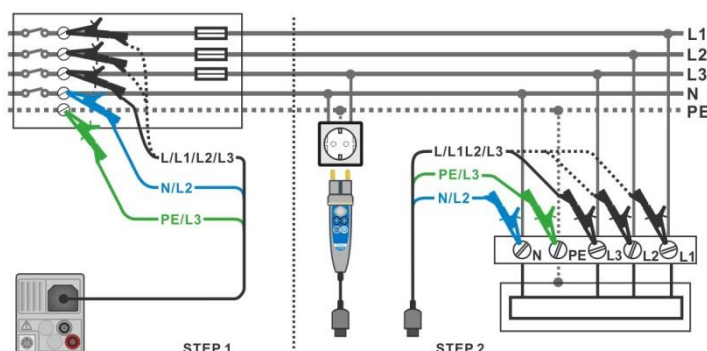

Abbildung 7.53: Spannungsabfallmessung – Anschluss des Commander-Prüfstecker und des 3-Leiter Prüfadapters
- › Schließen Sie die Prüflleitungen am Ausgangspunkt der elektrischen Anlage an, siehe **Abbildung 7.53**.
- › Schließen Sie die Prüflleitungen oder den Commander Prüfstecker an den Prüfpunkten an, siehe **Abbildung 7.53**.